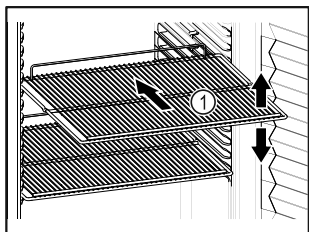

Fig. 30 Példaként szolgáló ábrázolás
- ☐ Ha a tárolófelületek Fig. 30 (1) áthelyezhetők, akkor igazítsa be őket a kívánt magasságnak megfelelően.